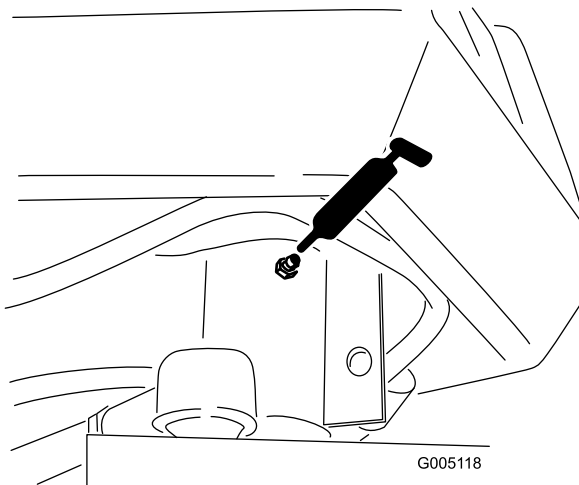

Figura 39
- Eixo da direcção (1) (Figura 39)
- Extremidade da barra (Figura 39)